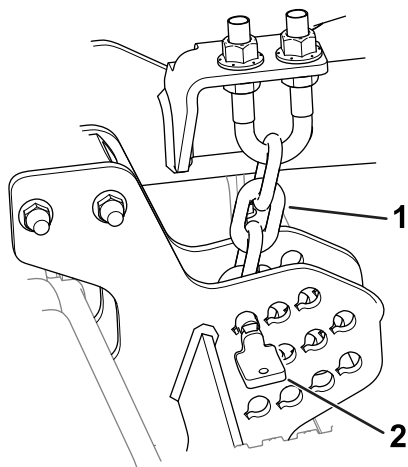

図 19
2. カッティングユニットのサイドプレートから刈高ピン 図 19 を抜き取る。